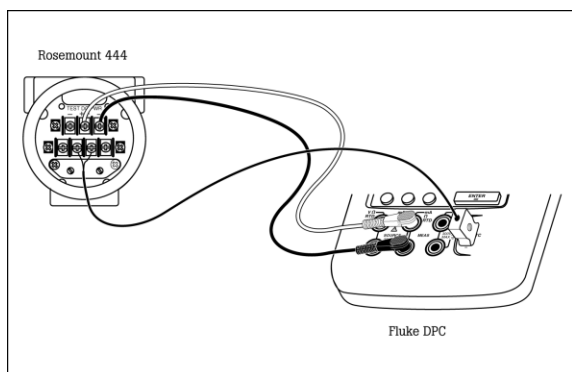

图 1
1、将 K 型微型热电偶接头插入 F700 的热电偶输入插孔并将热电偶的输入与变送器连接 (图 1)。必须使用正确型号的微型接头连接 F700。
2、将 F700 中间两插孔与变送器中需要回路电源的地方相连接 (图 1)。注意: 如果使用室内电源而不是 F700 提供的电源, 那么将这两个插孔与变送器的回路串联。